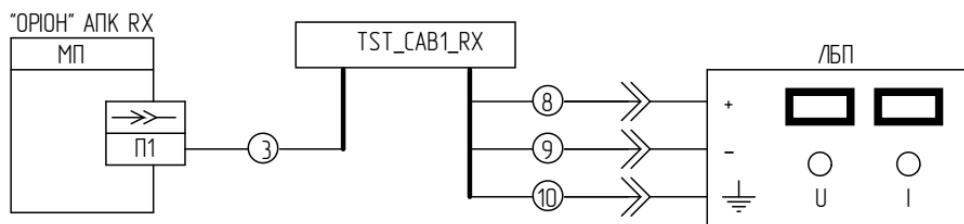

Рисунок 8.8.1 – Підключення «ОРИОН» АПК RX до ЛБП
2) Підключити «ОРИОН» АПК RX до і ЛБП з допомогою тестових кабелів «TST_CAB1_RX» (див. рисунок 8.8.1);